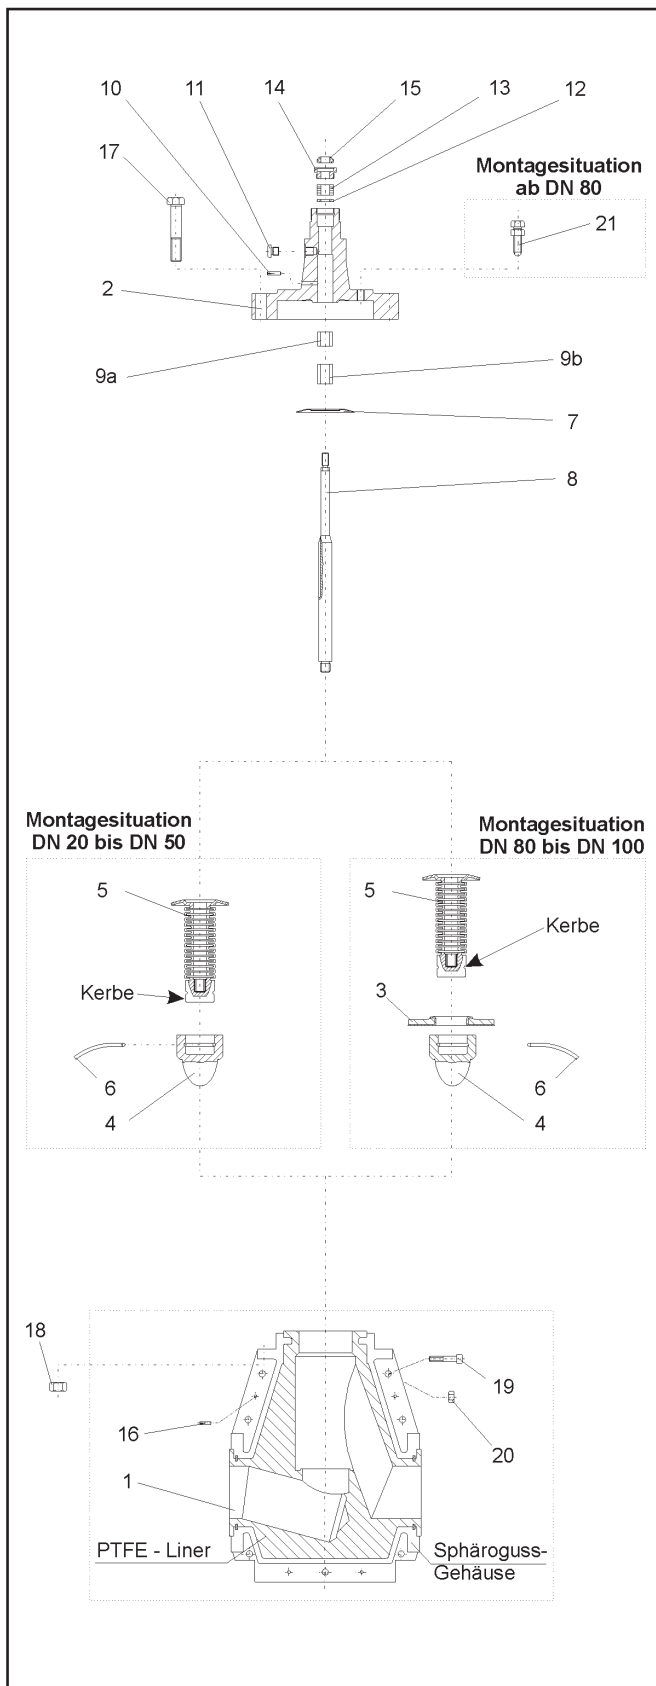

Bild 3 - Explosionszeichnung des Stellventils BR 1z
**Hinweis:** Die in der Explosionszeichnung (Bild 3) dargestellte Lage und Anordnung der Einzelteile ist bei der Montage einzuhalten.